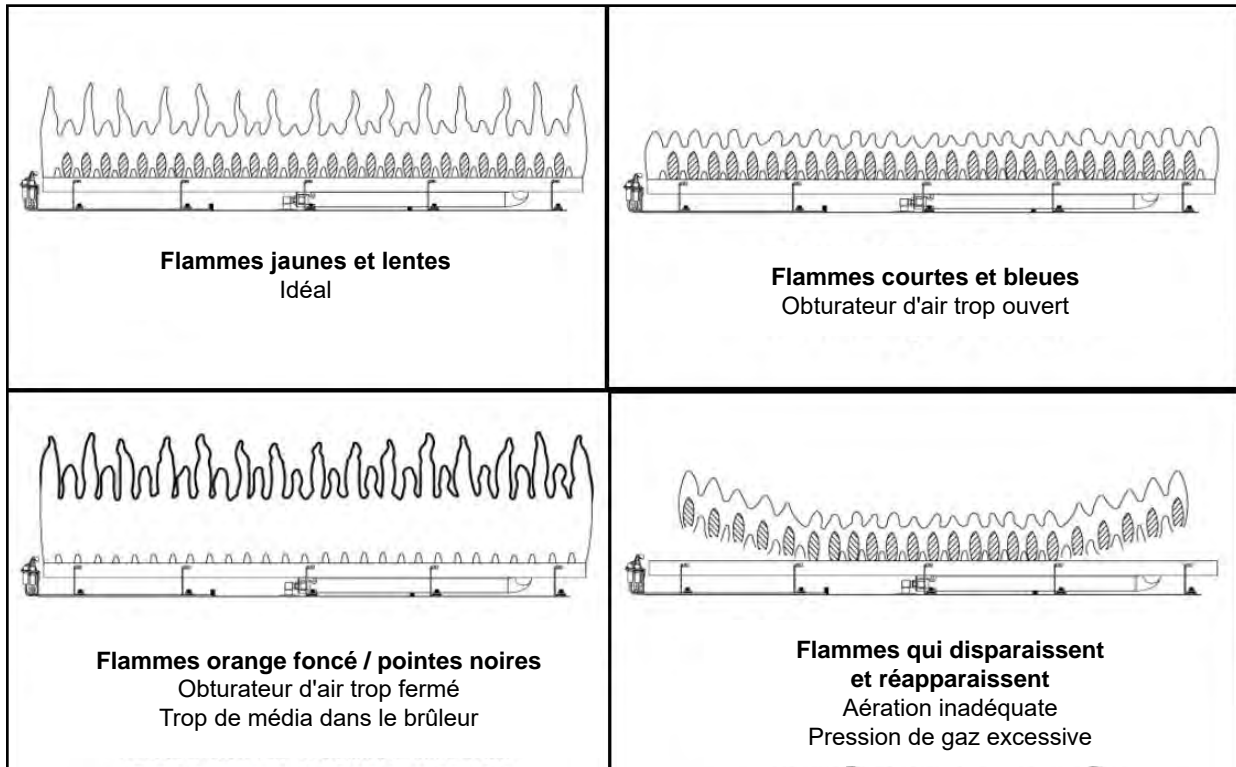
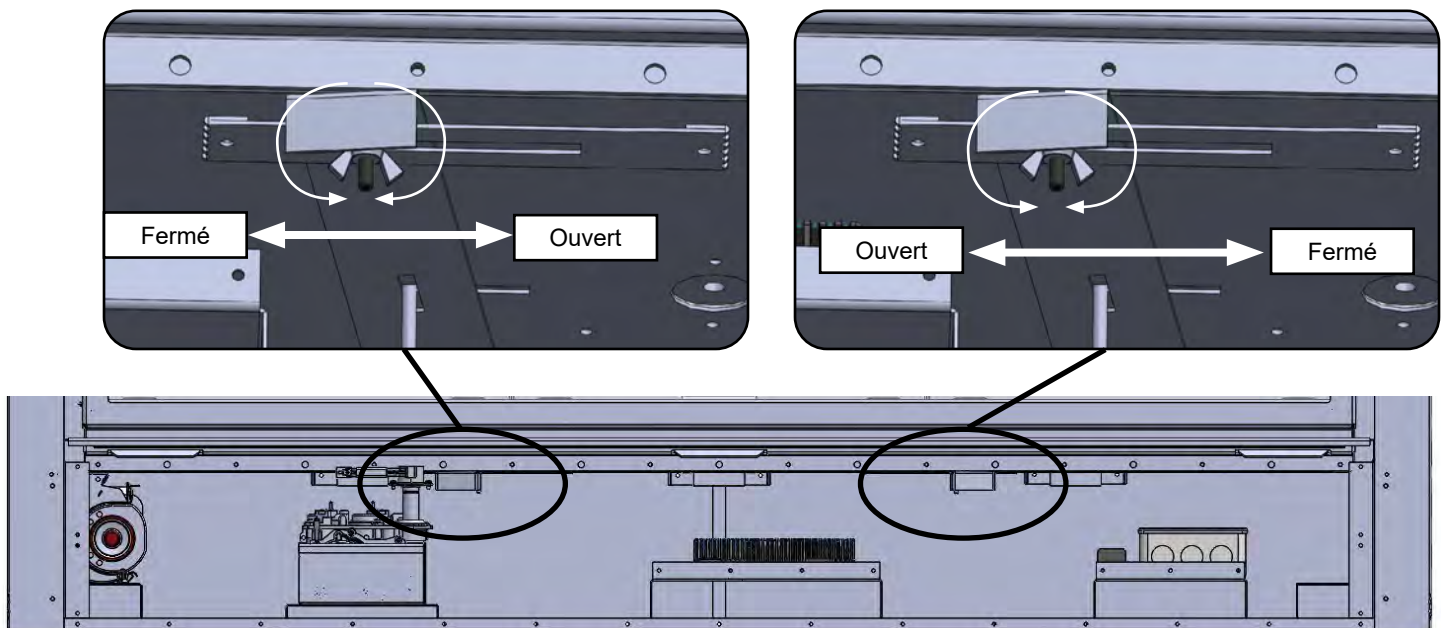

Figure 18.5.01:
Figure 18.5.02:
- Inspecter et assurer que l'allumage du brûleur principal s'effectue en moins de 4 secondes après l'ouverture de la valve à gaz principale. Les flammes devraient ressembler à celles de la **Figure 18.5.01**
Le **62-DVTE46CN-1** inclut un obturateur d'air situé sous le cadre vitré du foyer, servant à ajuster le débit d'air primaire pour obtenir le patron de flammes idéal, tel que montré à la **Figure 18.5.01**. Pour l'ajuster, utilisez un tournevis pour tourner la vis de réglage de l'obturateur d'air, tel que montré à la **Figure 18.5.02**. Pour ouvrir l'obturateur d'air et augmenter le débit d'air au brûleur, faites glisser l'obturateur d'air vers la gauche. Pour fermer l'obturateur d'air et réduire le débit d'air au brûleur, faites glisser l'obturateur d'air vers la droite.